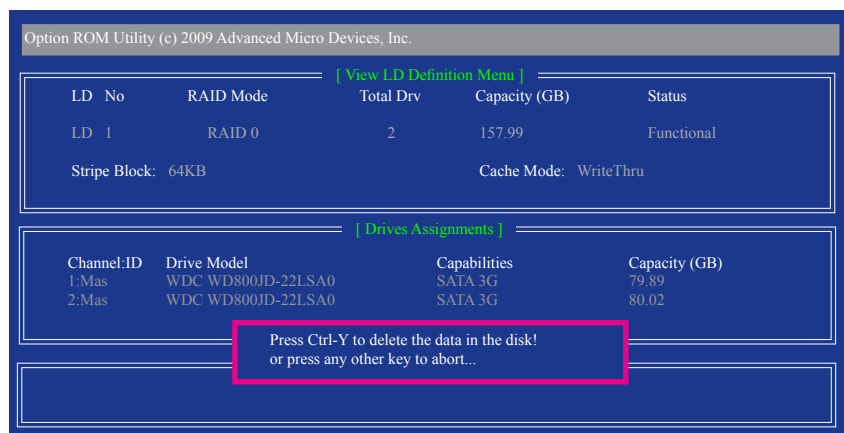

図 9
2. **View LD Definition Menu**が表示され (図 9を参照)、このアレイに割り当てられたドライブを示します。中断するアレイまたは保管キーを削除する場合、<Ctrl>+<Y>を押します。